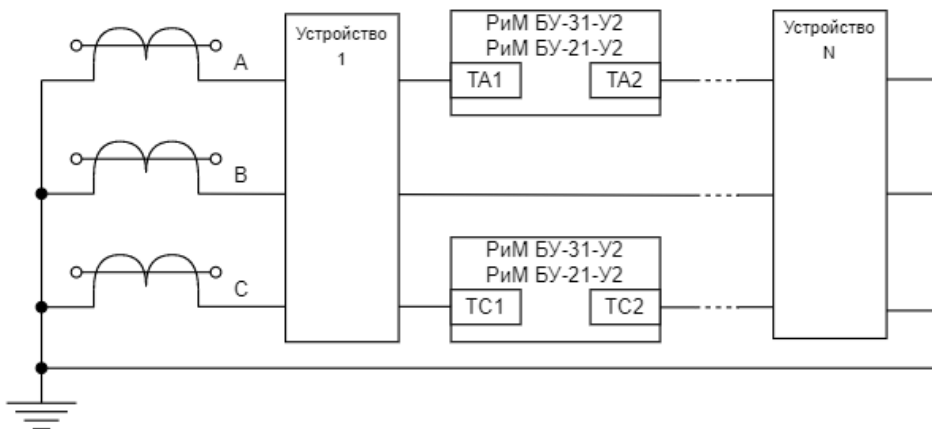
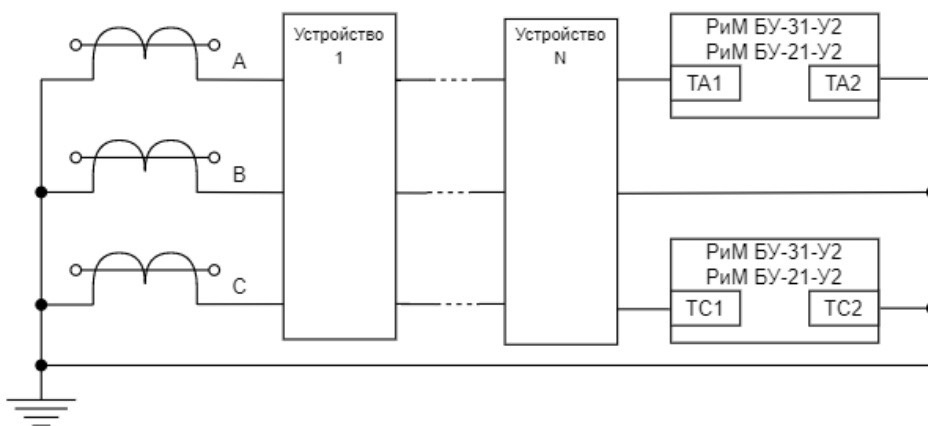

Рисунок 6 – Однофазная (двухфазная) схема подключения БУ серий 21, 31 к ТТ
Рисунок 7 – Однофазная (двухфазная) схема подключения БУ серий 21, 31 к ТТ
- б) однофазная схема с модификацией подключения входов ТА (1, 2), ТС (1, 2) (см. рис. 6) – при таком подключении достигаются временные параметры равнозначные для двухфазной схемы подключения (см. рис. 7);
1.5.7.5 Положение БУ серий 21, 31 при прямом подключении в цепи ТТ – любое (см. рис. 6 – 8).